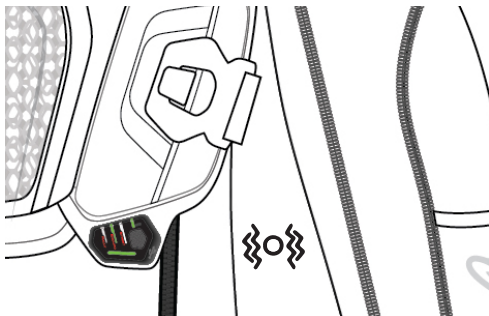

Abbildung 9: LED-Kontrollphase
1) LED-Prüfung: In dieser Phase prüft das System, ob alle verfügbaren LEDs korrekt funktionieren. Der Benutzer wird sehen, dass alle verfügbaren LEDs (4c, 4d, 4e) für etwa eine Sekunde GRÜN leuchten und dann erlöschen (Abbildung 9);